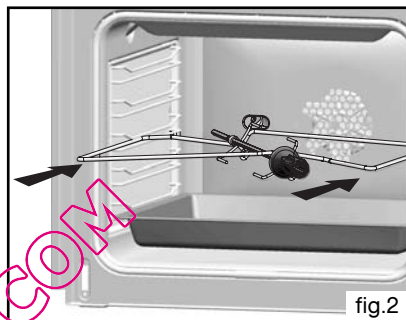
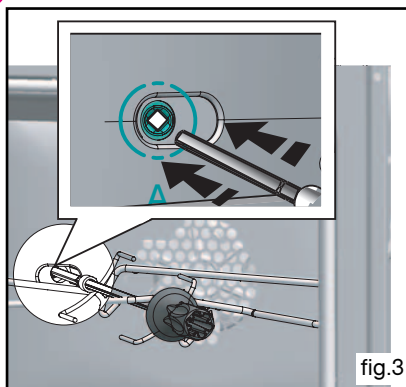

fig.2
fig.3
- **Plat multi usages 20 mm (fig.2)**
- placez la broche sur son berceau (fig.2).
- poussez légèrement pour engager la pointe de la broche dans le carré d'entraînement situé au fond du four (fig.3).
Insérez les deux autres butées rouges dans les emplacements **A** prévus à cet effet (fig.2). Faire levier sur ces pièces afin de décliper la glace (fig.3).
Décrochez le gradin fil (**B fig.2**) à l'avant en le soulevant (**schéma A fig.1**). Tirez vers soi l'ensemble du gradin, le soulever afin de décrocher l'attache de fixation arrière (**schéma B fig.1**). Le sortir des 2 trous (**C fig.2**) de la paroi catalytique et du moufle du four. Retirez ensuite la paroi catalytique (**A fig.2**). Remplacez les nouveaux éléments (gradins) en effectuant les opérations inverses.
Dévissez complètement la vis (**E fig.2**) située en haut de la paroi du fond (**D fig.2**). Inclinez la paroi vers l'avant afin de la retirer du moufle. Remplacez la nouvelle paroi en effectuant les opérations inverses.
- Dévissez le hublot vers la gauche (fig.2),
A l'intérieur du four (fig.3).
- b) Dévissez le hublot (fig.3).